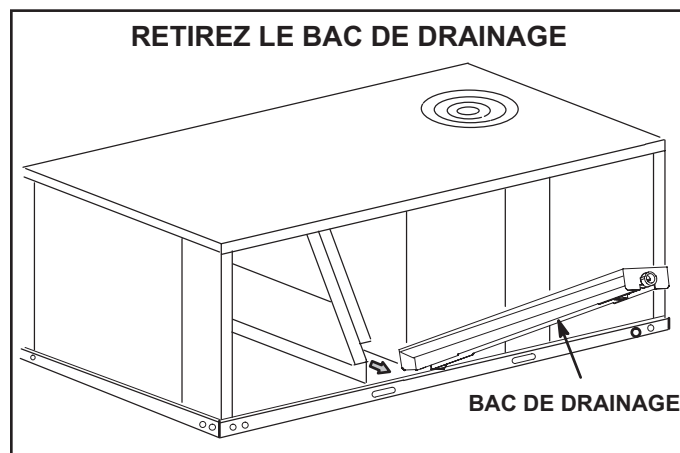

FIGURE 9
- 2 - Soulevez le bord avant du bac de drainage et faites glisser le bac hors de l'unité. Reportez-vous à la FIGURE 9.